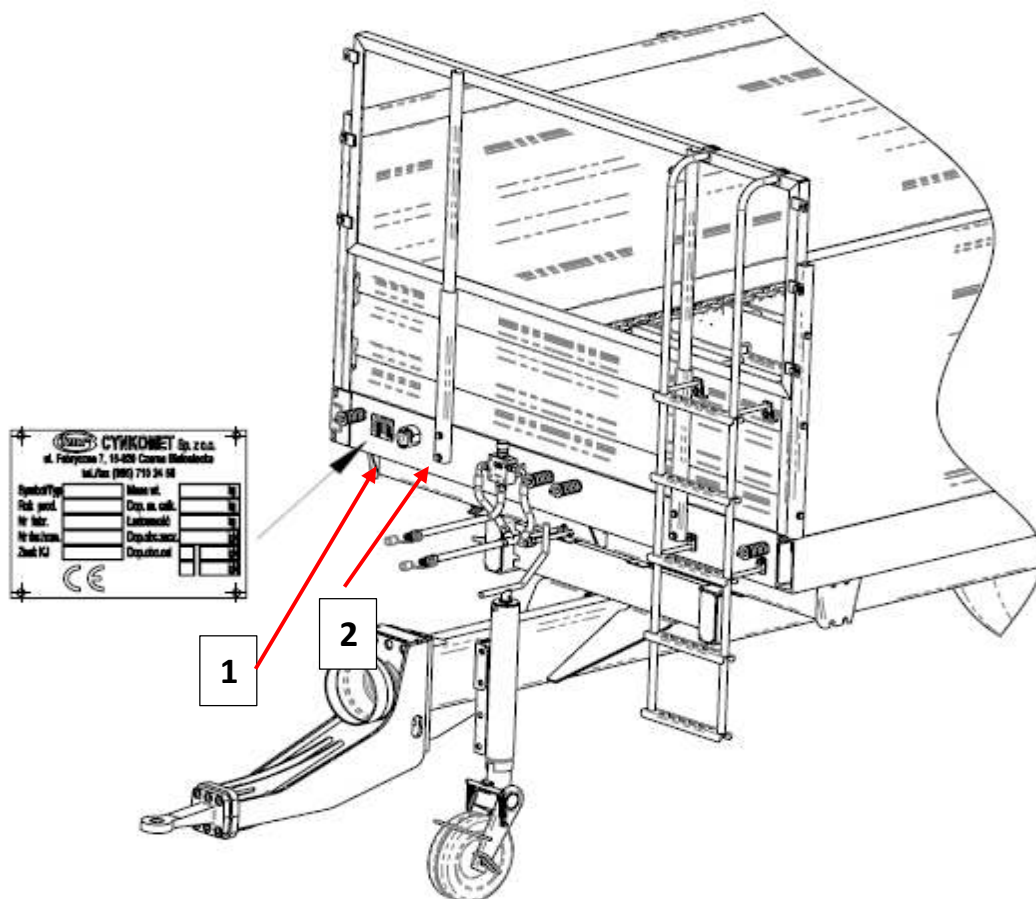

Abbildung 1. Lokalisierung des Typenschilds und der eingeschlagenen Seriennummer
Der Miststreuer ist mit einem Typenschild (1), sowie einer Seriennummer (2) gekennzeichnet. Die Seriennummer befindet sich auf dem Vorderbalken des Unterrahmens und das Typenschild befindet sich auf dem Vorderbalken des Oberrahmens – Abbildung 1.